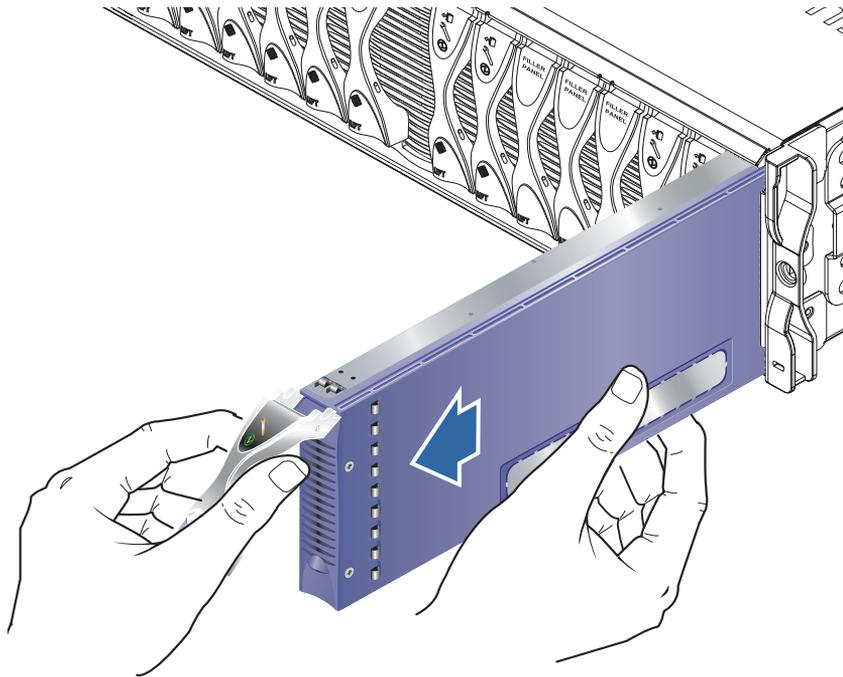

FIGURE 3-4 Retrait d'une blade ou d'un panneau de remplissage
4. Tirez le levier afin de faire sortir la blade du châssis (FIGURE 3-4).